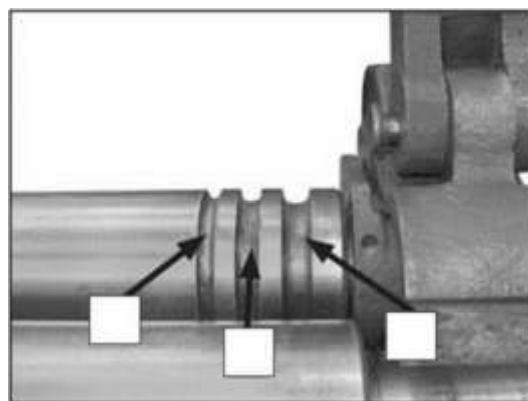

Рис. 24 Проволочные канавки
1. Поместите заготовку в минимально возможный паз на колесе. Имеется три размера: 5,00 мм, 7,00 мм, 9,00 мм (Рис. 24)